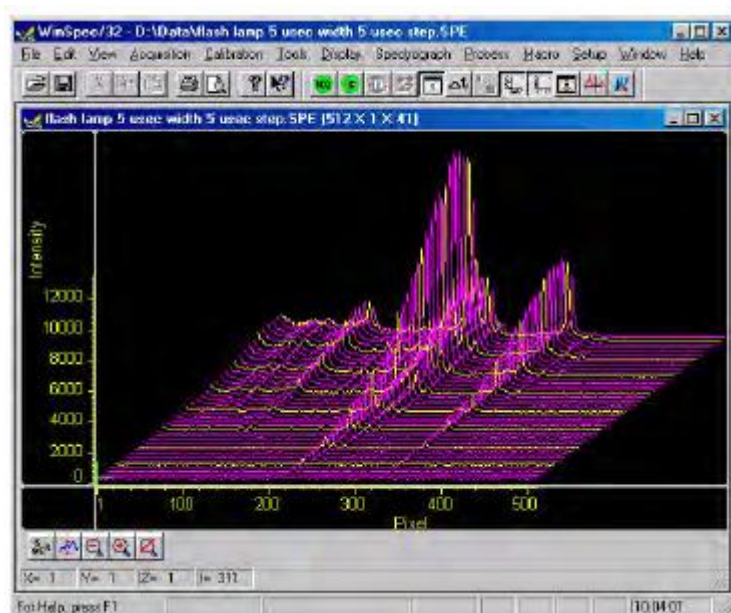

图 52 实验结果的三维成像
13、图 52 显示的是在固定宽度、可变延时条件下进行的“Sequential-Repetitive”实验的三维图像。